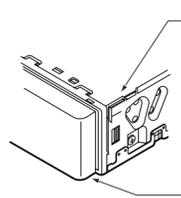

Figure 5 / 图 5 / 그림 5
- Bend the stopper from the source unit. (Figure 5, 6)
- 弯折音源装置上的止动器。（图 5、6）